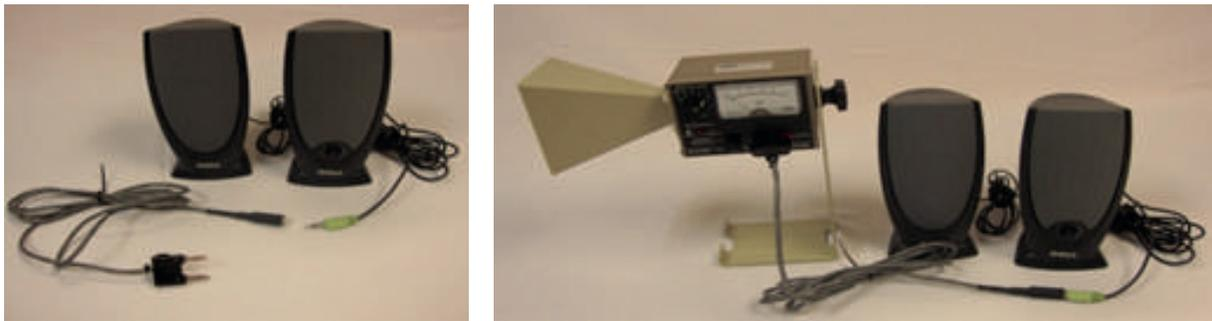

Figura 9.3. Conexión de bocinas y receptor de microondas
- b) Conecte las bocinas al conector y éste al receptor de microondas en la salida (OUT PUT). Ver figura 9.3.